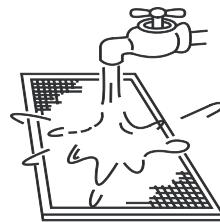

Рис. 15.4
- Во время чистки водой приточная сторона фильтра должна быть направлена вниз (см. рис. 15.4).